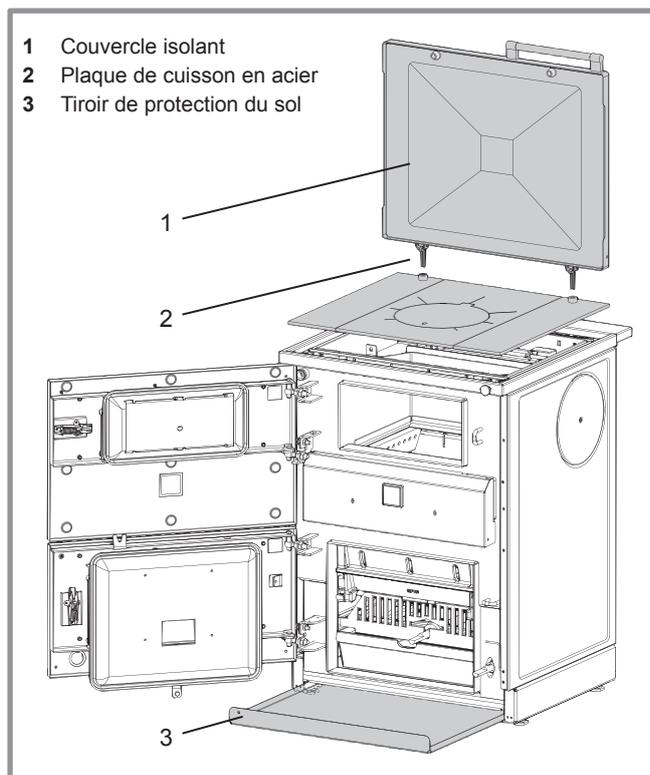

fig. 7 - Installation de la plaque de cuisson en acier, du couvercle isolant et du tiroir de protection du sol
Sortir la plaque de cuisson en acier de son emballage, en enlever l'huile de la partie supérieure avec un chiffon doux ou du papier et les poser sur la cuisinière *fig. 7*, page 10.
Sortir le couvercle isolant de son emballage et enficher la charnière couvercle isolant dans la plaque de cuisson en acier *fig. 7*, page 10.
- Ouvrir la porte du cendrier, insérer le tiroir de protection du sol dans le bas rep. 3, *fig. 7*.